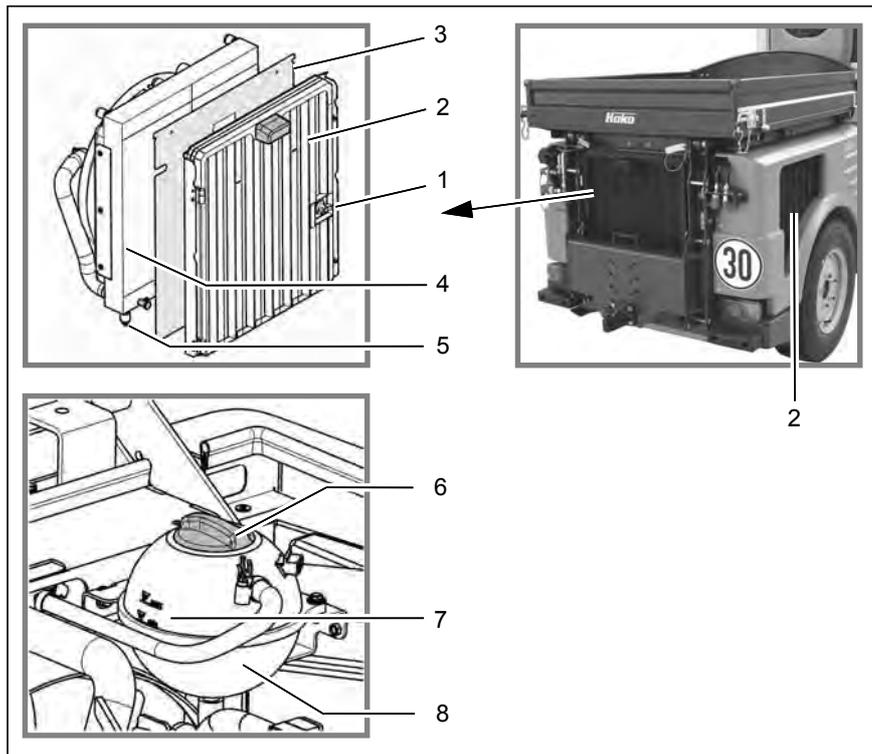

Fig. 47
Le radiateur combiné refroidit l'eau du moteur diesel et l'huile du circuit hydraulique. Un ventilateur aspire l'air à travers les grilles d'aération qui se trouvent à gauche et à droite sur le véhicule arrière dans le volet (Fig. 47/1) et (Fig. 47/2) et le dirige vers le radiateur combiné. Contrôler quotidiennement les grilles d'aération ainsi que le radiateur combiné (Fig. 47/4) et les nettoyer si nécessaire.
2. Ouvrir le volet arrière (Fig. 47/1).
(Fig. 47/2) et le radiateur combiné (Fig. 47/4) sont encrassés et les nettoyer si nécessaire à l'air comprimé ou au jet d'eau.
Si le véhicule est équipé d'un épandeur à sel et sable pour le service hivernal, monter la plaque de recouvrement (Fig. 47/3) pour protéger le radiateur.
Vérifier quotidiennement le niveau du liquide dans le vase d'expansion (Fig. 47/8) et compléter au besoin.
Lorsque le moteur a refroidi, le niveau doit se trouver entre les marques mini et maxi (Fig. 47/7).
5. Dévisser le bouchon (Fig. 47/6) du vase d'expansion.
8. Refermer le capuchon (Fig. 47/6).
4. Placer un récipient (environ 10 litres) sous la soupape d'évacuation (Fig. 47/5).
5. Ouvrir le volet arrière (Fig. 47/1) et retirer la plaque de recouvrement (Fig. 47/3).
6. Ouvrir le volet arrière (Fig. 47/5) et vidanger le liquide.
7. Fermer la soupape et dévisser le bouchon (Fig. 47/6).